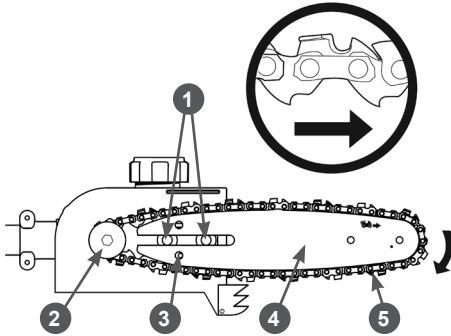

Рис. 12. Установка шины и цепи
- расположите редуктор и шину, как показано на Рис. 12;
- установите палец 3 натяжителя цепи в крайнее левое положение (Рис. 12);
- установите пильную цепь 5 на ведущую звездочку 2 и направляющую шину 4 (Рис. 12) таким образом, чтобы зубья цепи своими режущими кромками были расположены вперед по ходу движения цепи, т.е. по часовой стрелке;